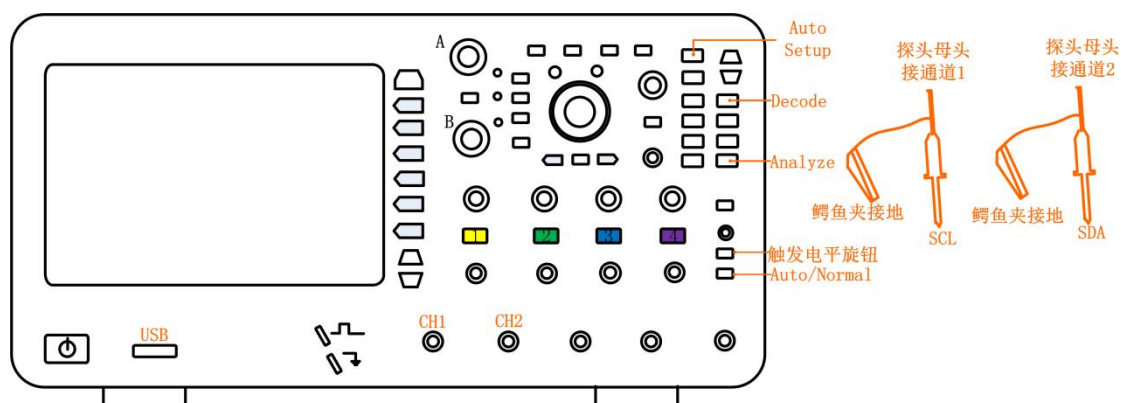

图 2.1 信号接入
- 将 MIPI-RFFE 的时钟和数据信号分别接到通道 1 和通道 2 中，如图 2.1 所示，点击【Auto Setup】一键捕获波形，让波形以较好的效果显示在界面；
- 点击示波器面板上【Decode】键，如图 2.1 所示，进入解码界面；
➤ 点击面板上的【Analyze】按键，如图 2.1 所示。